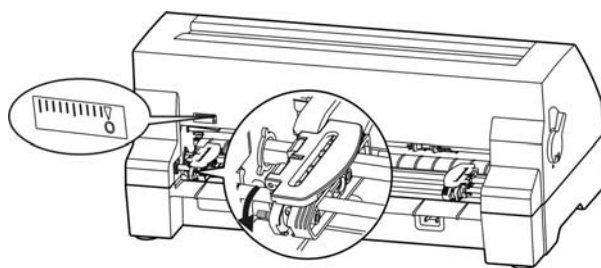

图 3-10 调整链轮位置
5. 将左链轮移至左边适当位置（“0”位置表示横向起始打印位置）。左链轮移至最左时，打印起始位置距定位孔中心约 11.75cm。按下左链轮锁定杆以锁定左链轮。将右链轮移至适当位置，但不要锁定其位置（如图 3-10 所示）。